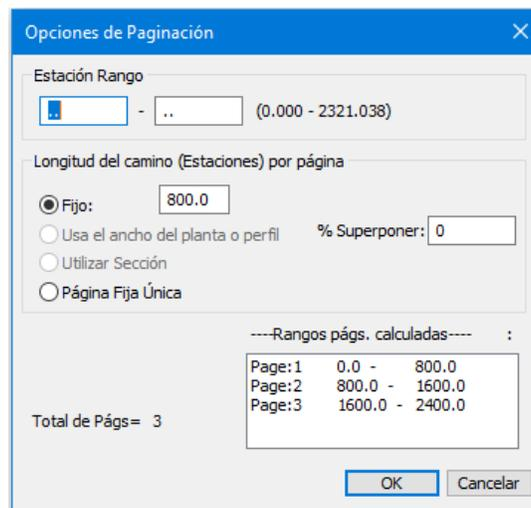

Figura 26-4: Opciones de Paginación
- Digite el porcentaje de superposición: **0%** como se muestra en la Figura 26-4.